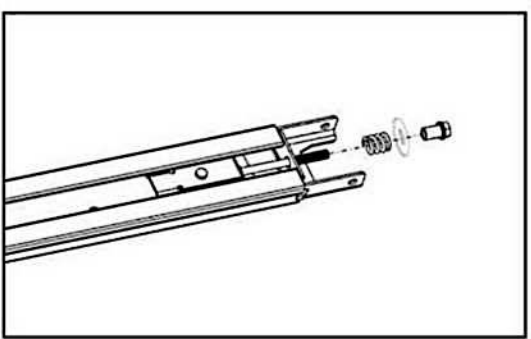

Fig.12
**Paso 2. Ajuste la Tuerca y el Resorte, hasta Alcanzar la Tensión Adecuada. (Fig.12)**